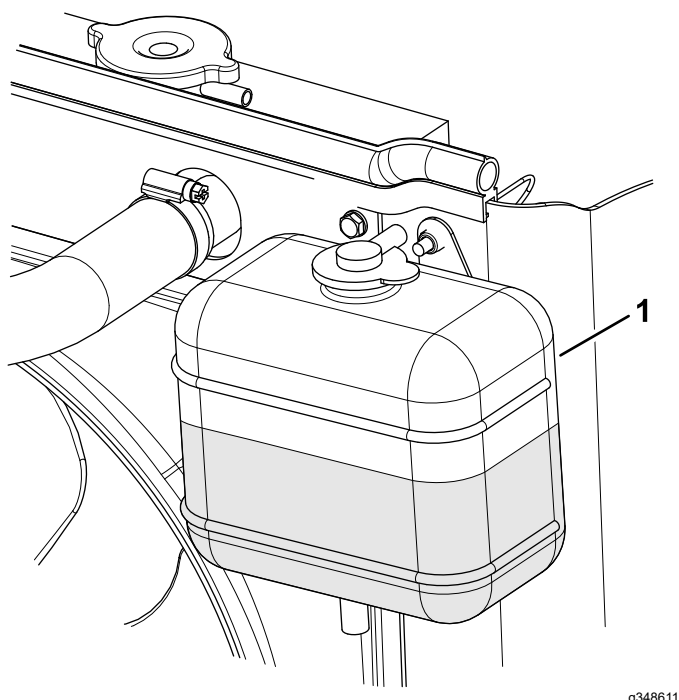

Figure 81
3. Vérifiez le niveau du liquide de refroidissement dans le vase d'expansion (Figure 81).